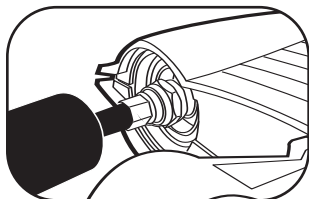

fig.6
9. Colocar el cable al conector F en la parte inferior de la unidad y coloque el capuchón protector sobre la conexión (fig. 6).